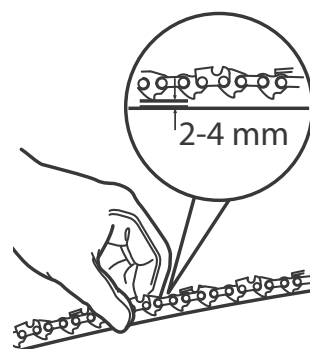

Fig. 10
- > Verifique a tensão da corrente, usando uma mão para levantar a corrente (3), afastando-a do produto. A tensão está correta quando a corrente puder ser afastada cerca de 2 - 4 mm da lâmina-guia (4) no centro (Fig.10).